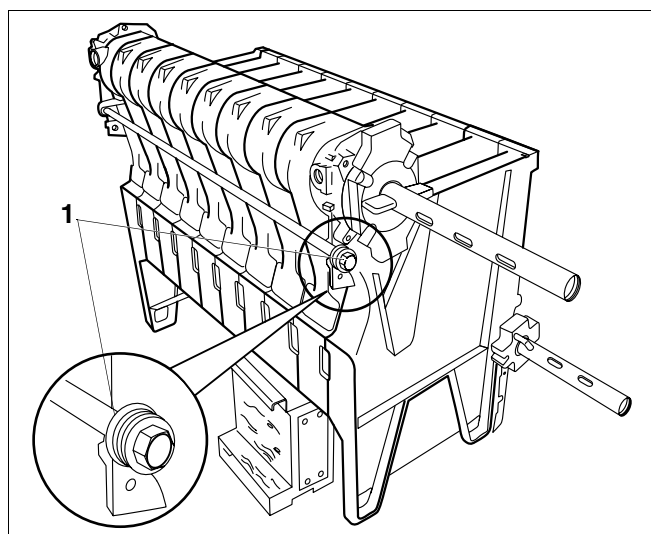

Fig. 18 Mise en place des tiges d'ancrage
- Placer les deux tiges d'ancrage à droite et à gauche à côté des moyeux des deux blocs chaudière dans les ergots en fonte (fig. 18, **pos. 1**).
- Visser le rail en U (fig. 18, **pos. 1**) sur l'élément d'extrémité arrière à l'aide de deux vis à tête hexagonale M8 x 30 et d'écrous.